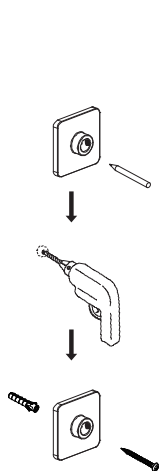

Figura 8
- b) Instale el soporte de pared ⑯ en la posición marcada (Figura 8). Cubra la barra de ducha termostática para evitar el polvo. Conecte el conector de tubería ⑤ al soporte de pared y utilice la llave Allen para asegurarlo (Figura 9).